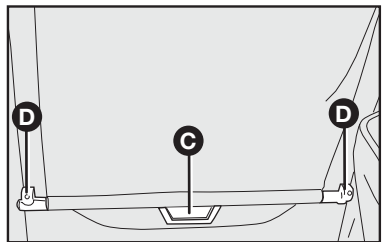

fig. 63
- Puxar para baixo a cortina, até prendê-la nas travas **D-fig. 63**.
- Segurando pelo puxador **C-fig. 63**, puxar a cortina, soltando-a das travas **D-fig. 63**.